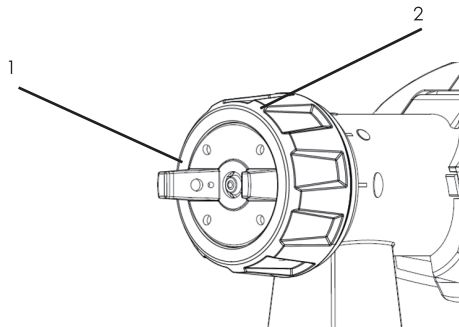

Abb.4
4) Ajuster les réglages de pulvérisation requis (Fig. 4)